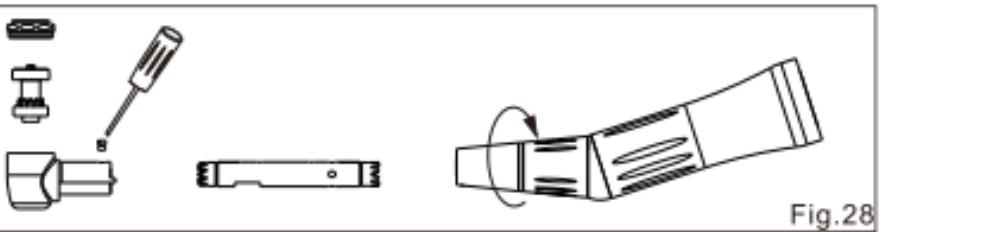

Fig.28
- 4) Sæt den nye bevægelse ind i nakkestøtten, og sørge for, at bevægelsen er på plads. 5) Stram først bagdækslet, og monter derefter det andet tilbehør fast i overensstemmelse hermed (fig. 28)
- 5) Stram først bagdækslet, og monter derefter det andet tilbehør fast (fig. 28 )
- 4) Sæt en ny cylinderampul i hovedet (fig. 28).